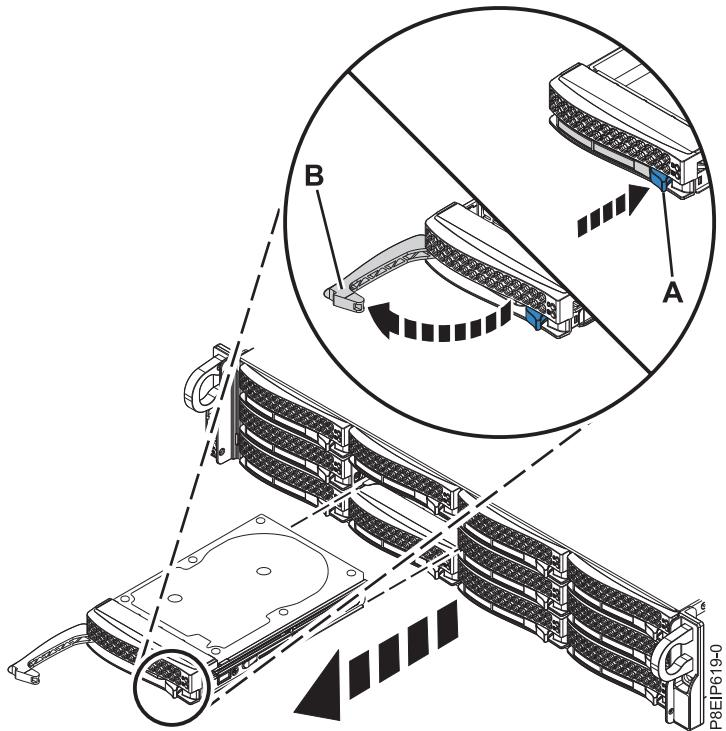

図 1. ドライブの取り外し
- ハンドル・リリース (A) を押し込んで、ドライブ・ベイ・ハンドル (B) をアンロックします (5 ページの図 1 を参照)。ハンドル (B) が音を立てて手前に開きます。ハンドルが完全に開いていないと、ドライブをシステムから取り出すことができません。ドライブが、前のステップで書き留めたシリアル番号と一致していない場合は、取り外した元のベイにドライブを再取り付けし、別のドライブ・ベイを確認してください。